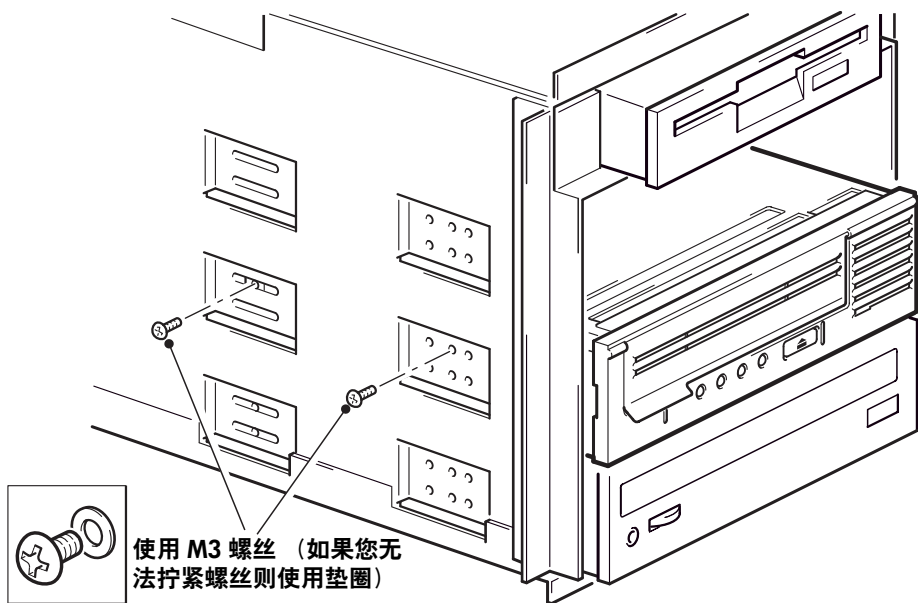

图 8b：固定磁带机，没有装配件
- 1 使用磁带机附带的标有“通用安装螺丝”的螺丝包内的 M3 螺丝。请检查机架上的小孔与磁带机侧面的小孔是否对齐，并使用常用的 Phillips 螺丝刀固定 M3 螺丝，如图 8b 所示。